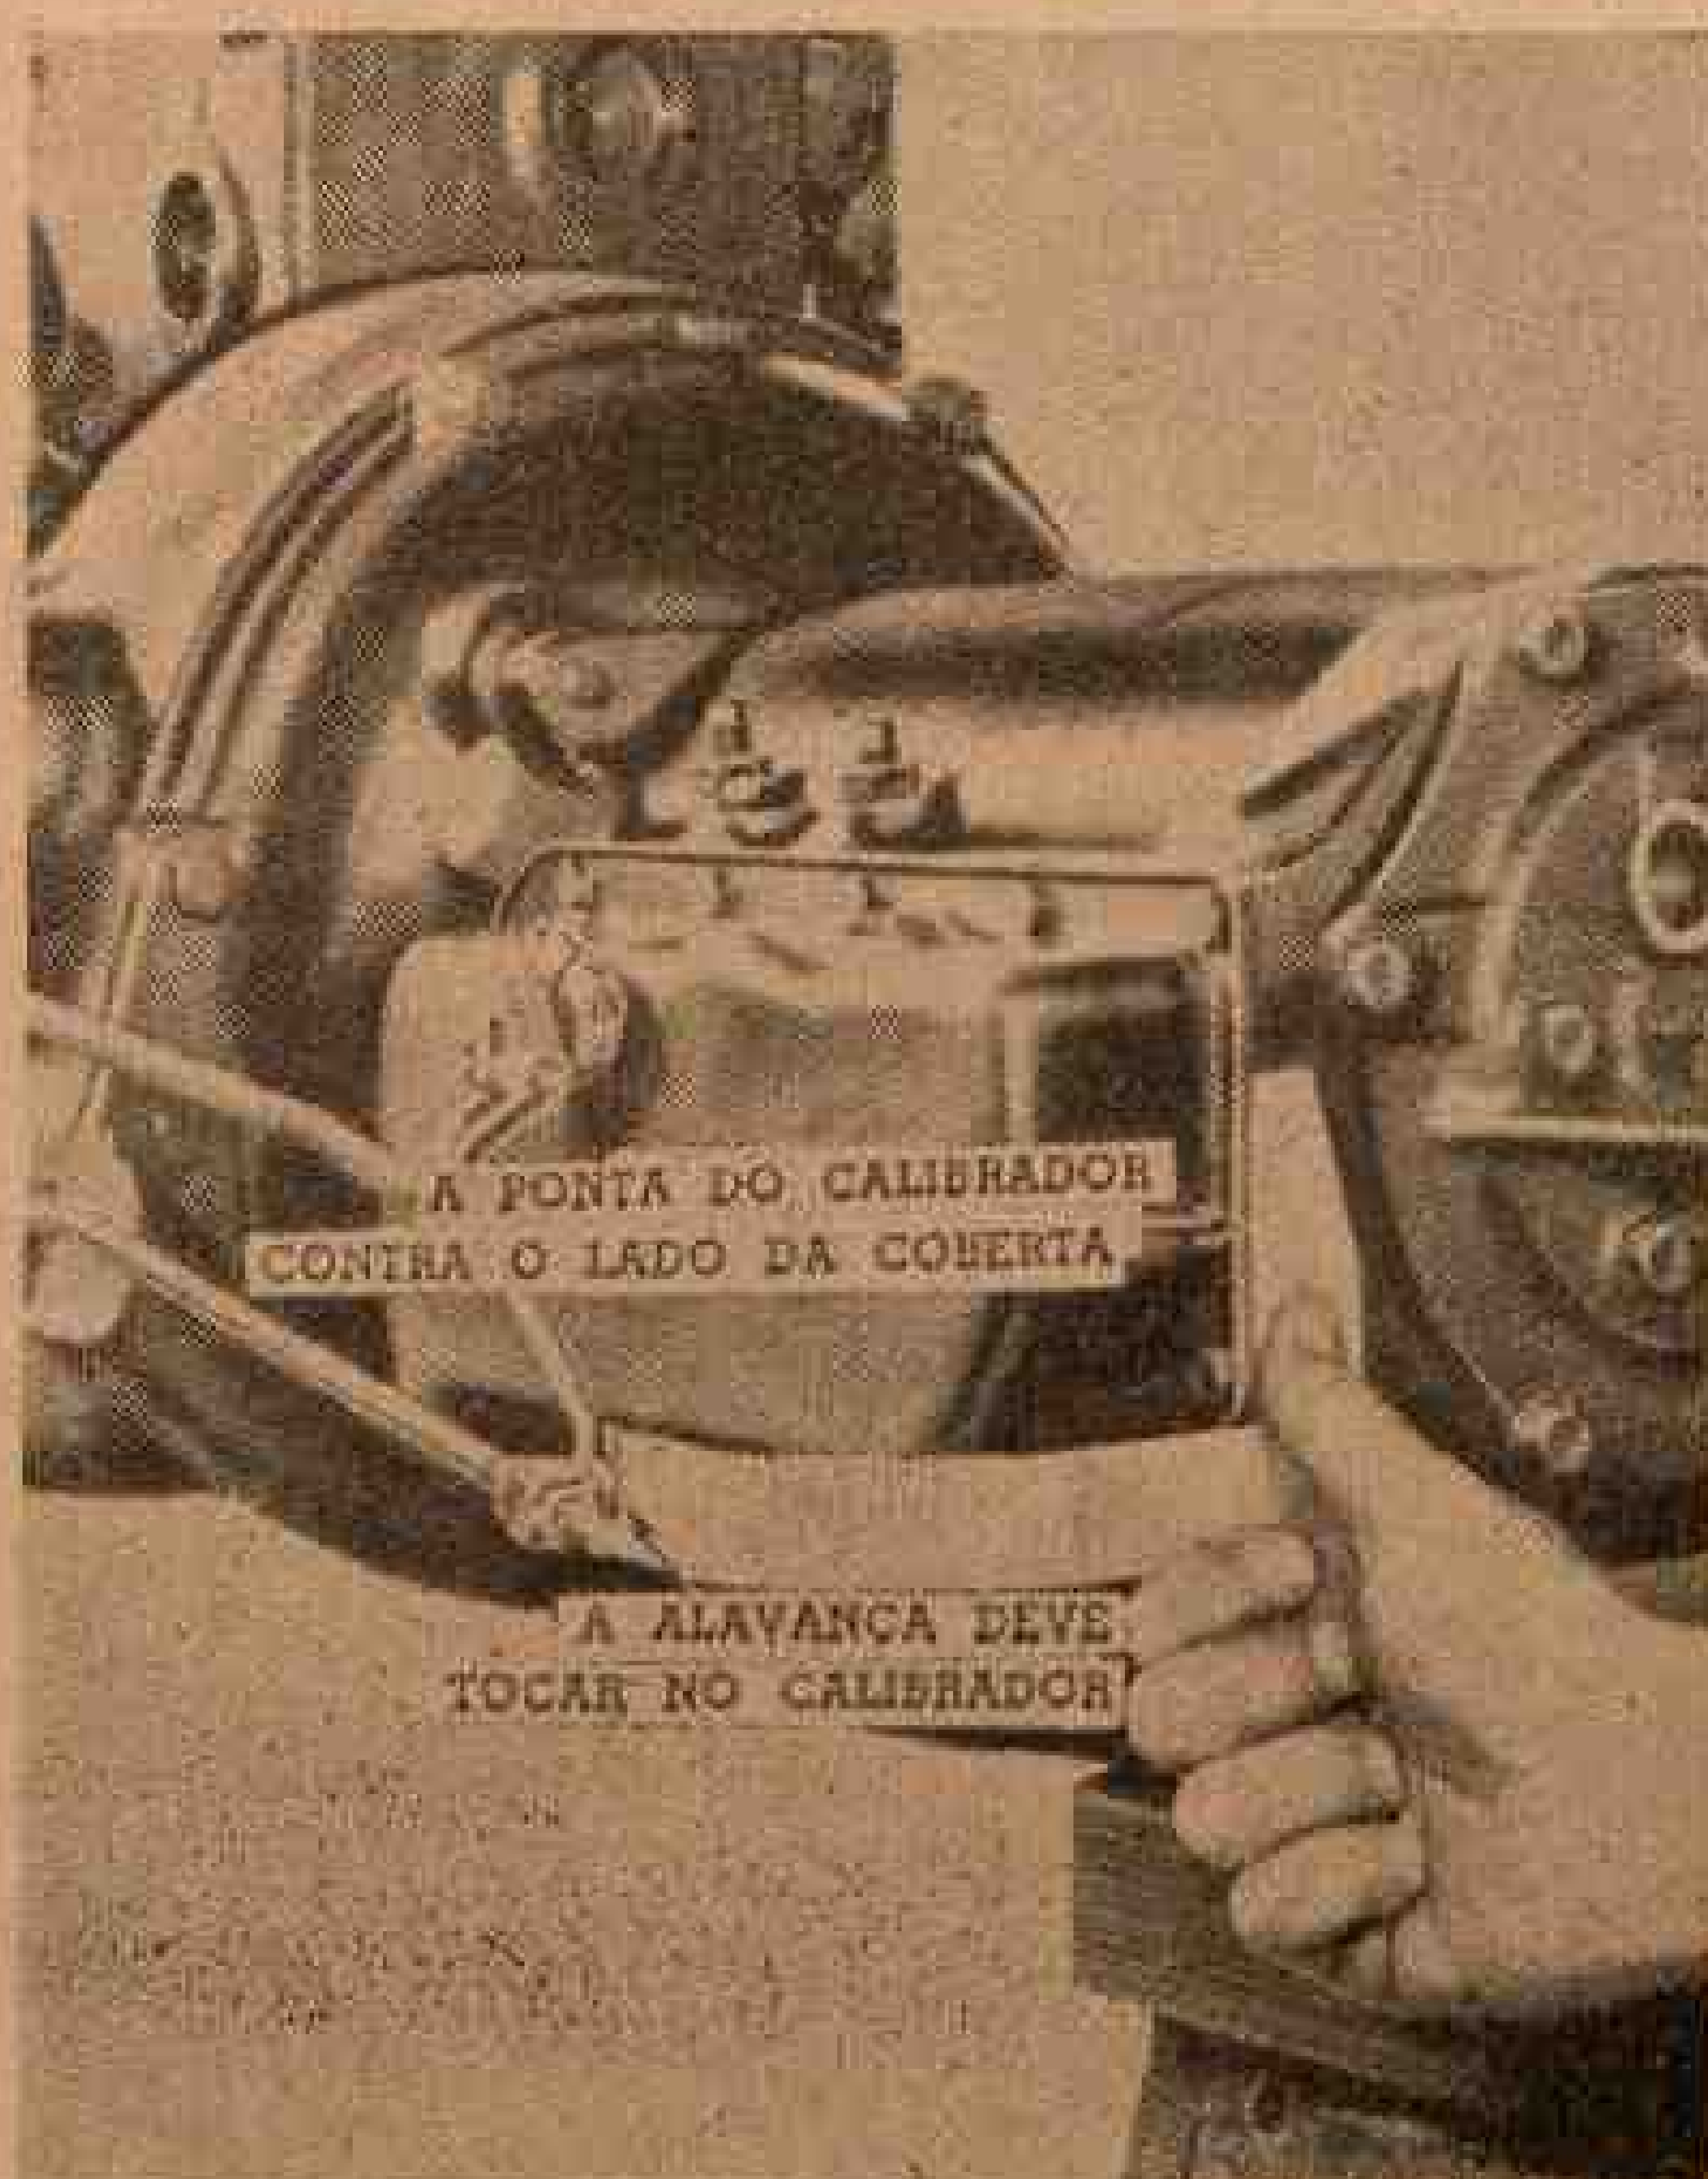

Fig. 314 — Verificando a posição da alavanca do estrangulador.
- b) Afrouxa-se a contraporca traseira na cruzeta da vareta do estrangulador. Com a alavanca externa mantida contra o parador (em direção à traseira da transmissão) move-se o calibrador para cima, em direção ao pino da cruzeta instalado na alavanca. Quando o calibrador é movido para cima, o entalhe no calibrador deve passar sobre o pino e a superfície interna da alavanca de controle do estrangulador (em direção à transmissão) deve tocar justamente a superfície lateral externa do calibrador (fig. 314).